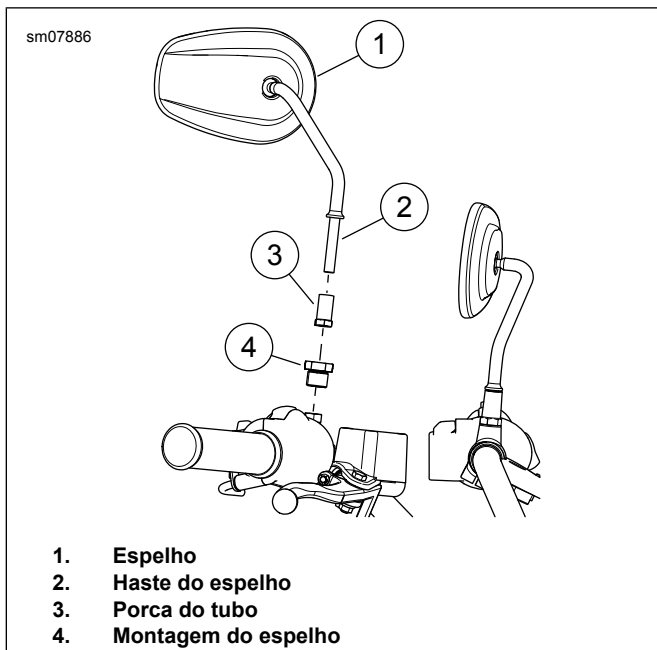

Figura 3. Espelho
1. Veja a figura 3. Remova o espelho.
- a. Remova a porca do tubo (3).
- b. Remova o espelho (1).
- c. Remova o suporte do espelho (4).
- a. Instale o suporte do espelho (4). Aperte.